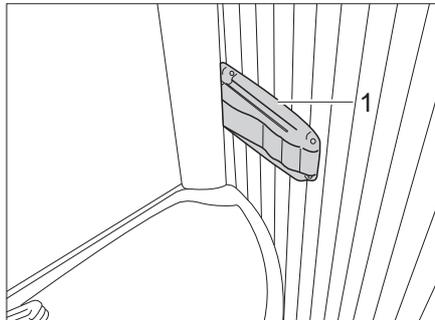

Bild 263 Vario-Toilette, Arretierung der Duschwand
- Arretierung (Bild 263,1) rechts am Waschbeckenrand eindrücken und am Waschbecken leicht ziehen. Das Waschbecken bewegt sich mit der Rückwand nach vorn.